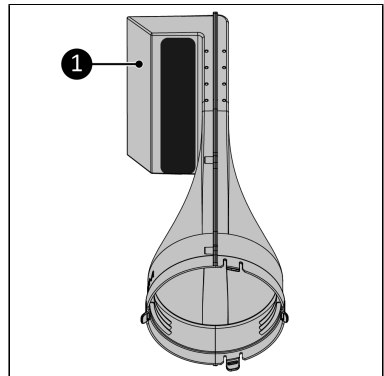

Figure 164.
4. Placez le Way-out devant vous. Assurez-vous que l'ouverture ronde soit en face de vous (Figure 164).
5. Assurez-vous que la sortie d'air (Figure 164, pos. 1) est dirigée vers la gauche.